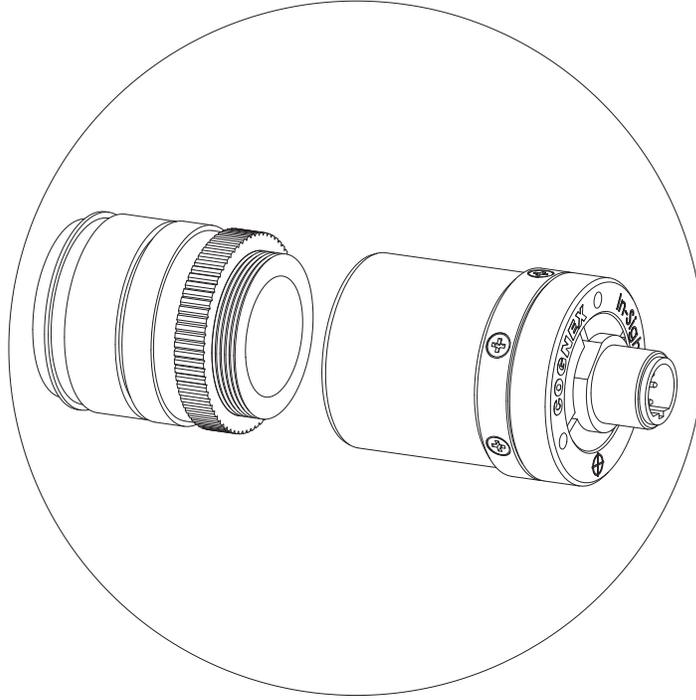

图 2-3: 安装镜头
1. 将 CS 型或 C 型（带有 5mm 的伸长环）镜头连接到分体式照相机（图 2-3）。